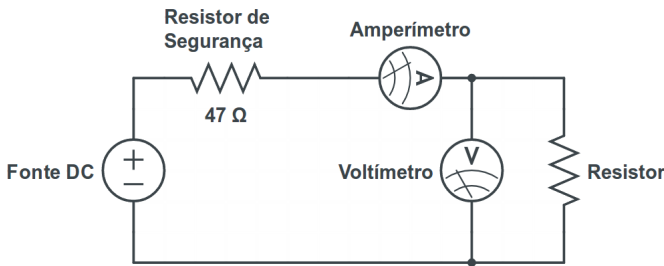

Figura 1: Circuito 01
Monte o circuito ilustrado na figura 1 utilizando a resistência de 47Ω como um resistor de segurança para impedir altas correntes.
1. Os resultados calculados concordam com os valores nominais? O amperímetro e o voltímetro utilizados no circuito 01 (figura 1) interferem nas medidas? Justifique!
Monte o circuito 01 (figura 1), mantendo o resistor de segurança e utilize como elemento resistivo o resistor de $1K\Omega$. Sempre que se deseja caracterizar um elemento resistivo deve-se observar o valor máximo de corrente que pode ser aplicado ao elemento sem danificá-lo, $i_{máx}$, calculado anteriormente na tabela 1, e varrer todo o intervalo possível, iniciando com um valor muito baixo (próximo de zero) e então aumentar gradualmente, sempre respeitando o valor máximo. Varie a tensão na fonte DC, aplicada ao circuito, e obtenha 8 valores para a tensão (no voltímetro) em função da corrente (no amperímetro), anote na tabela 5.